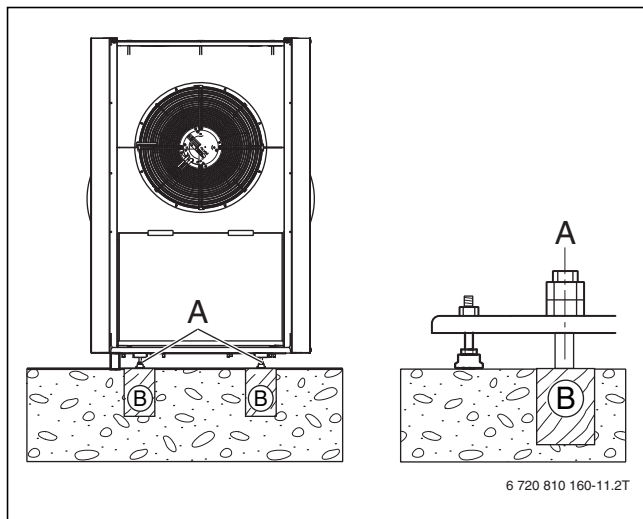

Bild 9 Maße in mm
- Wärmepumpe kippsticher verankern (→ Abb. 9).